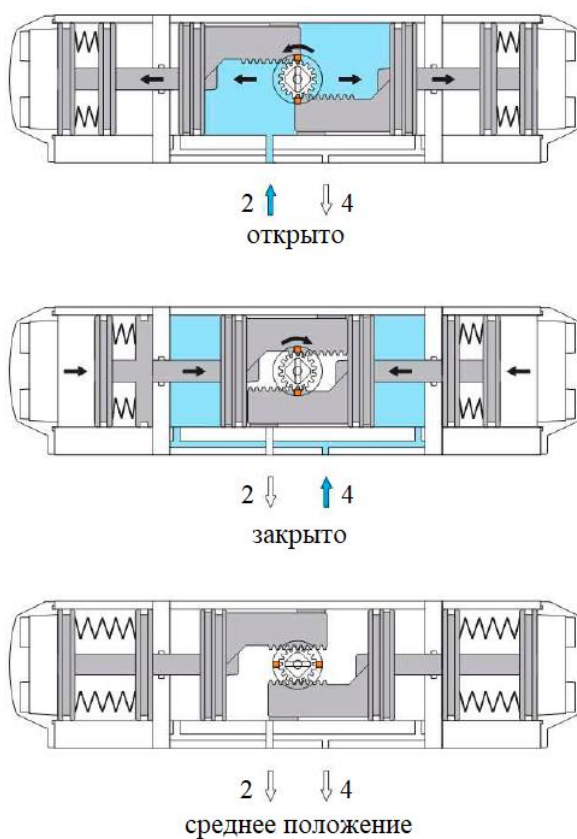

Рисунок 6. Устройство трехпозиционного пневмопривода одностороннего действия с углом поворота 0° - 90° - 180° и пружинным возвратом 90°
1.3.6. Трехпозиционный пневмопривод одностороннего действия с углом поворота 0° - 90° - 180° и пружинным возвратом 90° (рис. 6). Данный пневмопривод при падении давления в пневмолинии (перебои в подаче сжатого воздуха, аварийная ситуация и т.д.) устанавливается в среднее положение 90° .